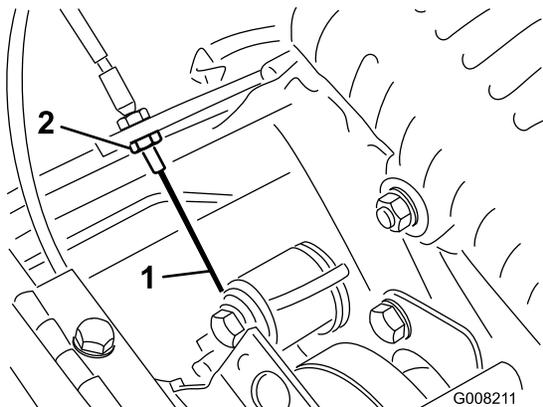

Рисунок 43
3. Для увеличения натяжения тросика ослабляйте переднюю зажимную гайку тросика и затягивайте заднюю зажимную гайку тросика (Рисунок 43), пока на рычаге устройства управления тягой не будет получено усилие 3 - 4 кг. Измерьте усилие на головке управления.